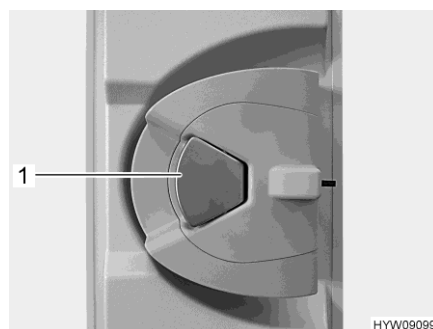

Fig. 51 Cerradura de la puerta (puerta de entrada en el interior)
- Cuando la cerradura de la puerta está bloqueada: Tirar una vez del tirador de la puerta (Fig. 51,1). La puerta está desbloqueada.
- Tirar del tirador de la puerta (Fig. 51,1). La puerta está abierta.
- Presionar el tirador de la puerta (Fig. 51,1).